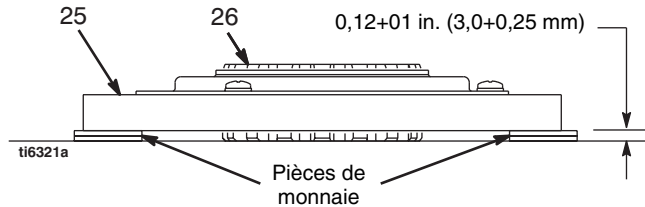

FIG. 8
1. FIG. 8. Poser 2 fois 2 pièces de monnaie sur la surface lisse de l'établi.
2. Déposer l'induit (25) sur les pièces de monnaie.
3. Appuyer le centre du moyeu (26) sur la surface de l'établi.